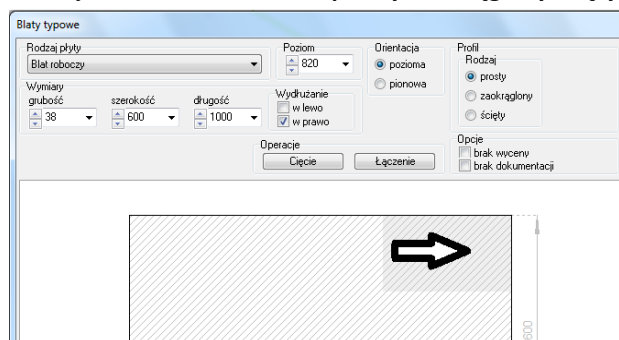

Rys. 8 – cięcie blatów typowych – widok w projekcie
- w projekcie widoczny jest podgląd cięcia blatów oraz okno, w którym można wprowadzić długość jednego z blatów (Rys. 8);